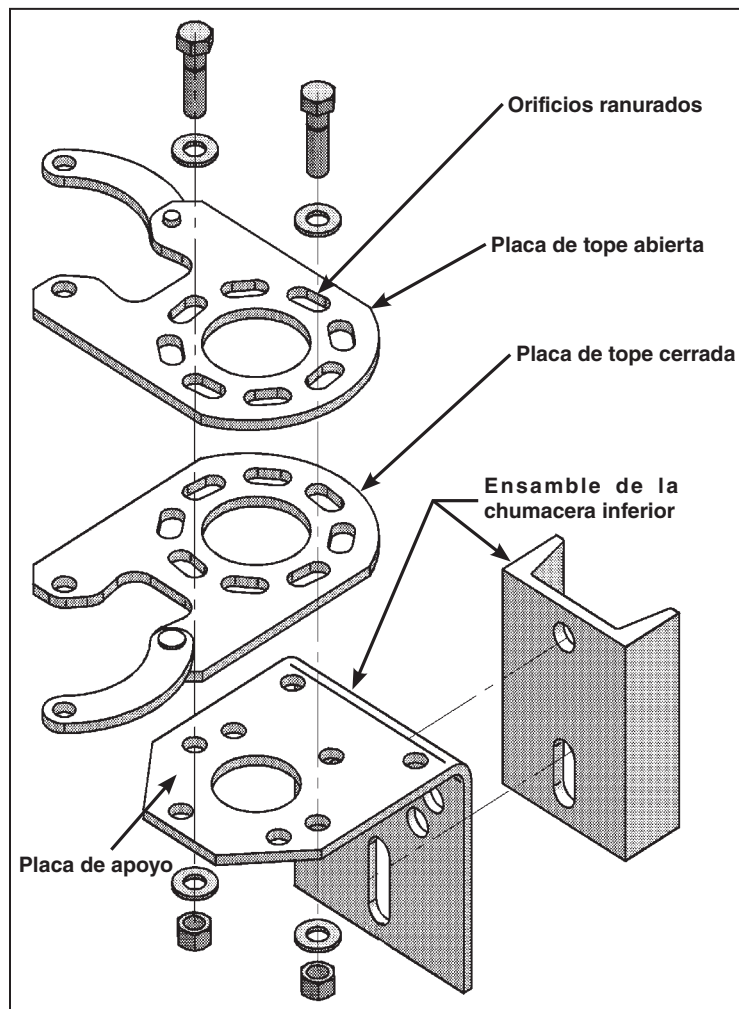

Figura 35. Vista detallada de las placas de tope y el ensamble de la chumacera inferior.
**PASO 35.** Los orificios de las placas de tope están ranurados para permitir un espacio para el ajuste. Afloje los tornillos que aseguran las placas de tope ajustables a la placa de apoyo de la chumacera inferior. Ver Figura 35. Coloque el interruptor en la posición de **Abierto** total y ajuste la placa de tope de la posición abierto de tal forma que la palanca, al ser bajada, embone en la ranura de la posición abierto. En la placa de apoyo, marque la ubicación de la placa de tope de posición abierta.
- (a) Afloje la tornillería que asegura la placa de tope cerrada. Ver Figura 35.